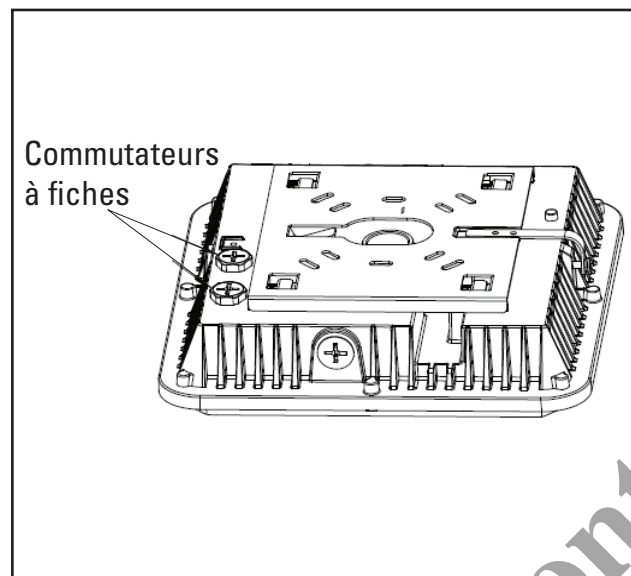

Figure 1.
1. À l'aide d'un tournevis à pointe cruciforme, retirez la prise pour accéder à l'interrupteur nécessaire (figure 1).